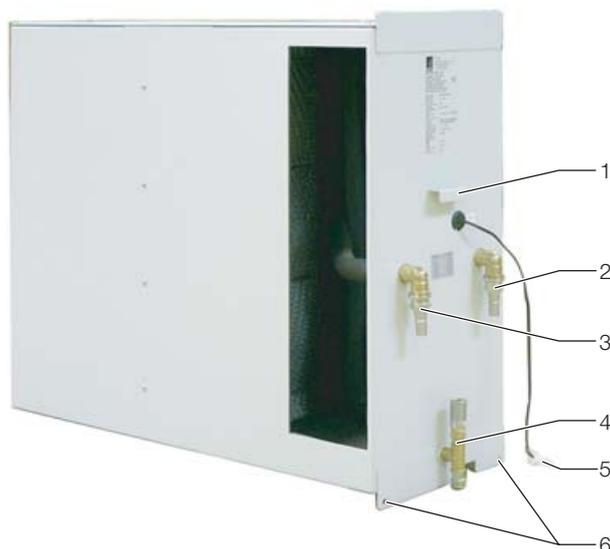

Рис. 30: Теплообменный модуль модуля LCP
- Отсоедините быстросъемные муфты шлангов охлаждающей воды от штуцеров для подачи и отвода с передней стороны модуля LCP (Рис. 30, Поз. 3 и Поз. 2).
- Отсоедините быстросъемную муфту шланга конденсата от нижнего штуцера для вывода конденсата с передней стороны модуля LCP (Рис. 30, Поз. 4).
- Если в Liquid Cooling Package установлены несколько модулей LCP, отсоедините также быстросъемную муфту шланге для отвода конденсата с верхнего подсоединения (Рис. 30, Поз. 4).
- Отсоедините штекер сигнального провода датчика температуры (Рис. 30, Поз. 5).
- Отвинтите два крепежных винта с передней стороны теплообменного модуля и ненамного вытащите модуль за рукоятку (Рис. 30, Поз. 1) из модульного отсека.
- Отсоедините контакт заземления с верхней стороны теплообменного модуля и вытащите модуль за рукоятку (Рис. 30, Поз. 1) из модульного отсека полностью.